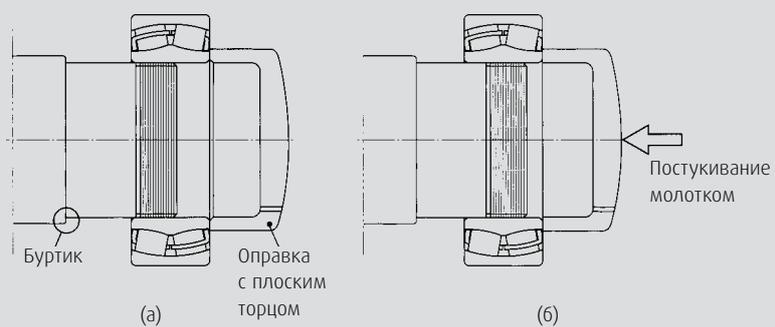

Рис. 6.1 Способ с применением молотка
6.2.1 Монтаж с применением молотка (Рис.6.1)
3. После этого обеспечьте как можно более плотный контакт между начальной частью внутреннего кольца (с фаской) подшипника и местом посадки подшипника на вал, что не позволит создать перекося между торцевой частью оправки и торцом внутреннего кольца на валу **{Рис.6.1 (а)}**.
4. Обеспечив перпендикулярность торца оправки оси вала легкими постукиваниями по ударной части оправки, начните напрессовку подшипника. **{Рис.6.1 (б)}**.